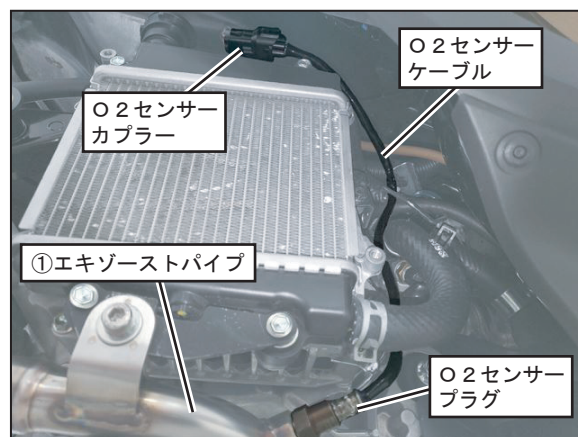

FIG. 17
②キャップボルトM8	: 23 Nm
③純正ボルト	: 28 Nm
④ボタンボルトM6	: 10 Nm
⑤キャップボルトM10	: 28 Nm
⑥ボタンボルトM6	: 10 Nm
12. O2センサーのケーブルをFIG. 17を参照して、ケーブルに負荷のかからない様に配線し、カプラーを車両のステーに戻した後、接続して下さい。
(FIG. 17参照)